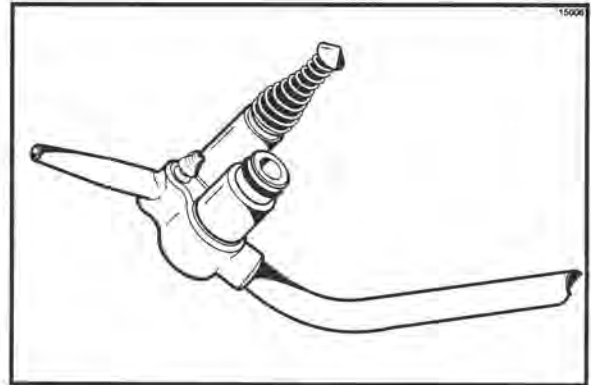

Figura 29
**Nota:** El resorte y el vástago de goma actúan como válvula de seguridad para evitar la acumulación de presión en el cilindro refrigerante. (Vea la figura 29.)